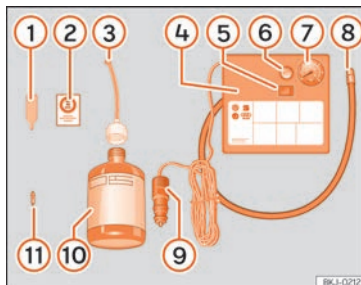

Fig. 32 Representação padrão: conteúdo do kit antifuros.
O kit antifuros está localizado na bagageira, por baixo do revestimento do piso. Inclui os seguintes componentes »» **Fig. 32**:
- Desenrosque a proteção e o obus da válvula do pneu. Utilize o aparelho »» **Fig. 32** 1 para retirar a carga. Coloque-o numa superfície limpa.
- Agite com força a garrafa de vedante de pneus »» **Fig. 32** 10.
- Enrosque o tubo de enchimento »» **Fig. 32** 3 na garrafa de vedante. O selo da garrafa partir-se-á automaticamente.
- Remova o tampão do tubo de enchimento »» Fig. 32 ③ e enrosque a extremidade aberta do tubo na válvula do pneu.
- Volte a colocar o obus com o aparelho »» Fig. 32 ① na válvula do pneu.
- Enrosque o tubo de enchimento do pneu do compressor »» Fig. 32 ⑧ na válvula do pneu.
- Verifique se o parafuso de evacuação de ar está fechado »» Fig. 32 ⑥.
- Ligue o conector »» Fig. 32 ⑨ à tomada de corrente de 12 volts do veículo »» Página 166.
- Ligue o compressor de ar com o interruptor ON/OFF »» Fig. 32 ⑤.
- Cole o autocolante »» Fig. 32 ② no painel de instrumentos, dentro do campo visual do condutor.
Volte a enrosçar o tubo de enchimento »» Fig. 32 ⑤ e verifique a pressão no manómetro ⑥.